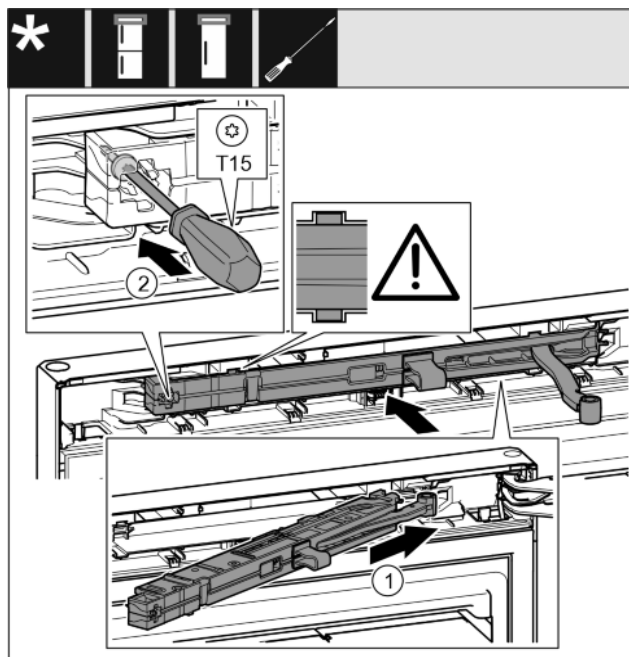

Fig. 38
- ▶ Inserire obliquamente nell'incavo fino all'arresto l'unità ammortizzatore di chiusura sul lato blocco di supporto. Fig. 38 (1)
- ▶ Serrare la vite con un cacciavite T15. Fig. 38 (2)